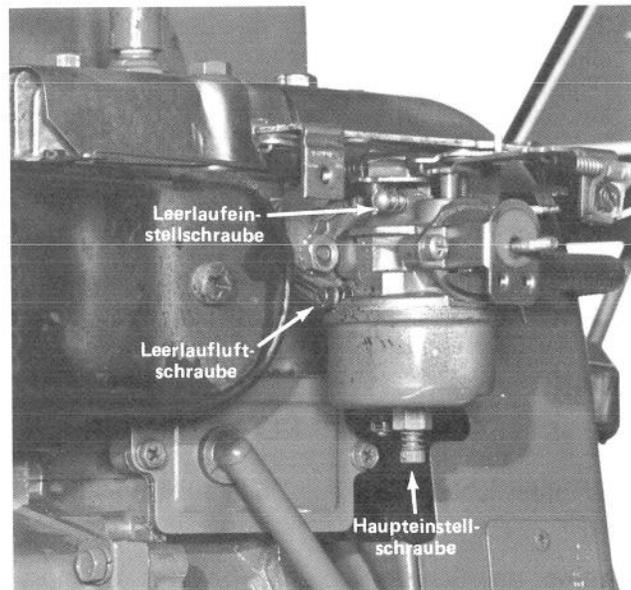

Abb. 37
2. Haupteinstellschraube (Abb. 37) – Die Schraube vorsichtig nach rechts hineindrehen, bis leichter Widerstand spürbar wird. Dann die Schraube wieder um eine ganze Umdrehung (360°) nach links herausdrehen.
3. Leerlauf Luftschraube (Abb. 37) – Die Schraube vorsichtig nach rechts hineindrehen, bis leichter Widerstand spürbar wird. Dann die Schraube wieder um 1-1/2 Umdrehungen nach links herausdrehen.
5. Die Haupteinstellschraube (Abb. 37) um jeweils 1/8 Gang nach rechts hineindrehen, bis der Motor infolge magerer Gemischeinstellung zu stottern beginnt. Dann die Schraube um jeweils 1/8 Gang nach links herausdrehen, bis der Motor infolge fetter Gemischeinstellung ungleichmässig zu laufen beginnt. Nun die Haupteinstellschraube wieder bis zum mittleren Punkt zwischen fetter und magerer Einstellung nach rechts hineindrehen.
6. Den Gashebel auf LANGSAM stellen und dann die Leerlaufeinstellschraube (Abb. 37) so einstellen, dass der Motor schnellen Leerlauf hat (1750 U/min).
7. Die LeerlaufLuftschraube (Abb. 37) um jeweils 1/8 Gang nach rechts hineindrehen, bis der Motor infolge magerer Gemischeinstellung zu stottern beginnt. Dann die Schraube um jeweils 1/8 Gang nach links herausdrehen, bis der Motor infolge fetter Gemischeinstellung ungleichmässig läuft. Nun die LeerlaufLuftschraube wieder bis zum mittleren Punkt zwischen fetter und magerer Einstellung hineindrehen.
8. Die Leerlaufeinstellschraube (Abb. 37) wieder verdrehen, bis der Motor mit 1750 U/min im Leerlauf läuft.